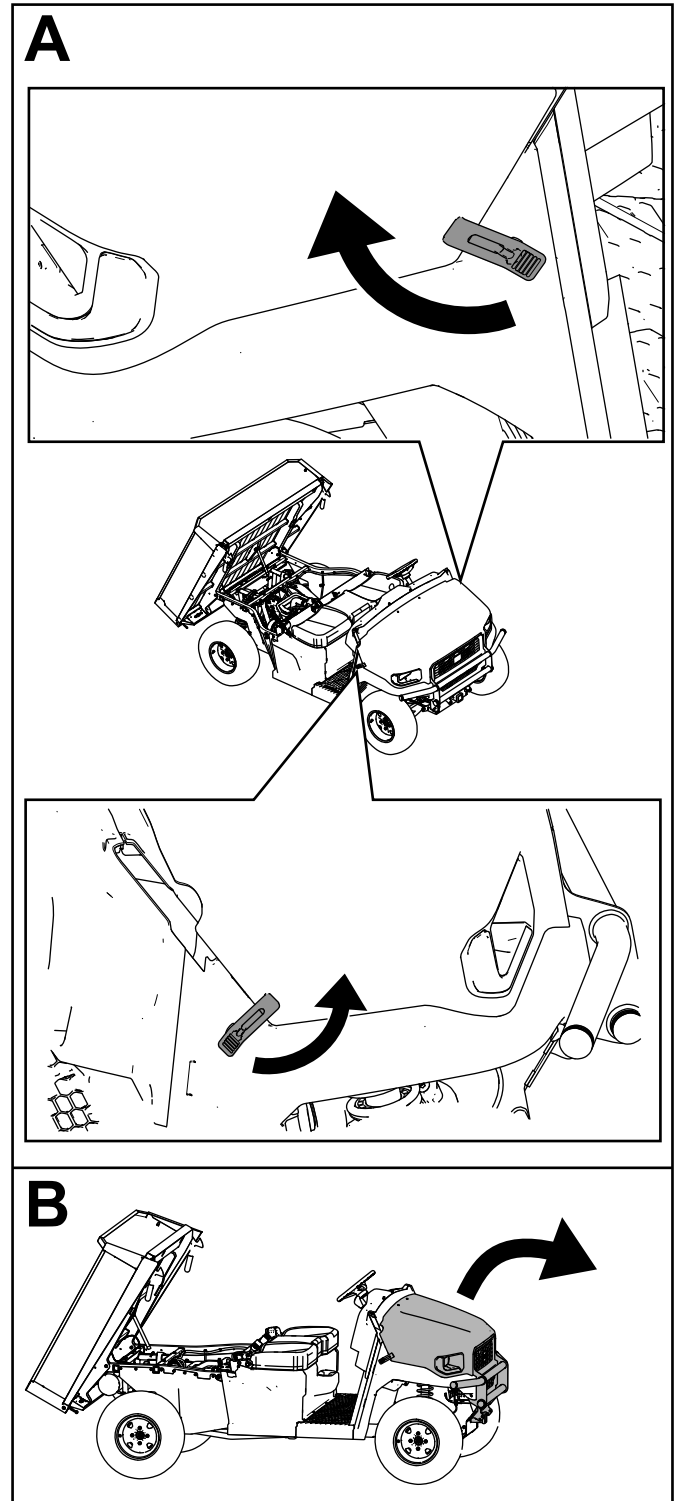

Figura 8
2. Alzate il cofano (Figura 8).